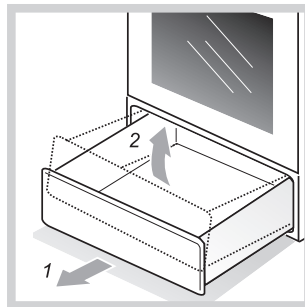

Рис. 14
- Как достать ящик, показано на рис. 14.